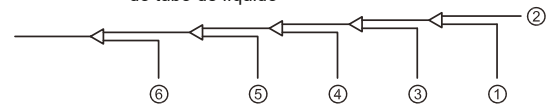

Fig. 14-15
8. Purgue as outras aberturas da mesma forma, trabalhando em sequência da unidade interior A para as unidades exteriores. Consulte a Fig. 14-15